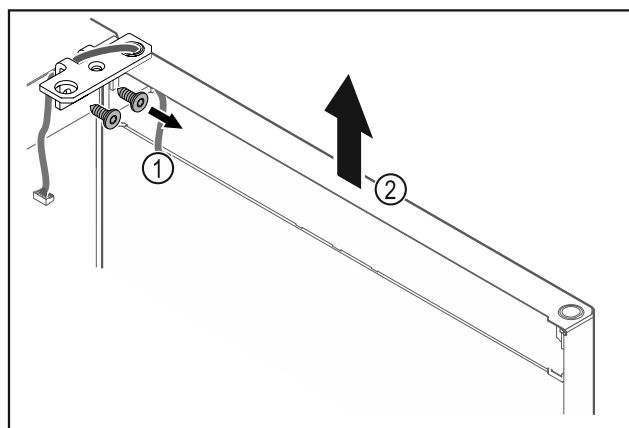

Fig. 17
- Svitare la cerniera angolare Fig. 17 (1).
- Sollevare la porta con la cerniera angolare Fig. 17 (2) di ca. 200 mm verso l'alto in senso orizzontale e rimuoverla.